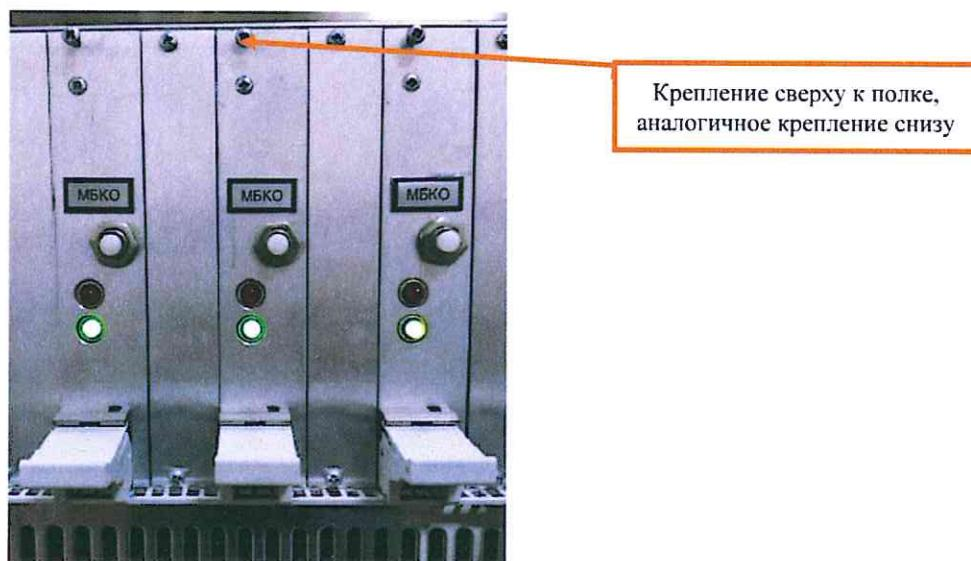

Рисунок 19. Крепление модуля МБКО.
7.5.3 Отвернуть крестовой отверткой невыпадающие винты крепления в верхней и нижней части лицевой панели модуля МБКО (Рисунок 19).